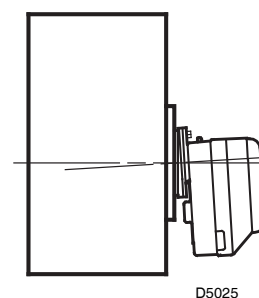

Fig. 5
- › Lorsque le montage est terminé, vérifier que le brûleur soit légèrement incliné comme en figure 5.